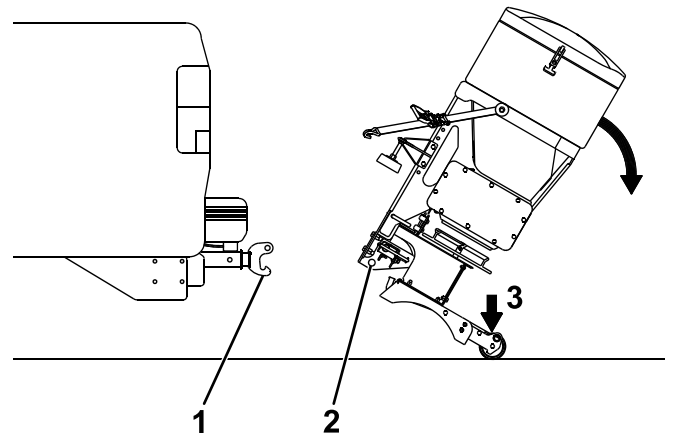

Figure 25
- Inclinez l'épandeur vers le bas pour dégager la goupille supérieure de l'accouplement RT3 (Figure 25).
- Empoignez fermement l'épandeur et appuyez le pied sur le pied de support pour le faire pivoter en arrière jusqu'à ce que la goupille inférieure de l'accouplement RT3 passe au-delà du crochet sur l'attelage RT3 (Figure 25).